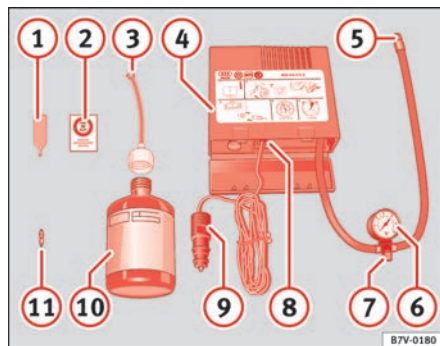

Abb. 155 Bestandteile des Pannensets
- Schrauben Sie den Reifenfüllschlauch ⇒ Abb. 155 ⑤ fest auf das Reifenventil.
- Stellen Sie sicher, dass die Luftdruckablassschraube ⑦ zuge-dreht ist!
- Stecken Sie den Kabelstecker ⑨ in eine 12-Volt-Steckdose im Fahrzeug.
- Schalten Sie den Kompressor mit dem EIN / AUS-Schalter ⑧ für maximal 6 Minuten ein.